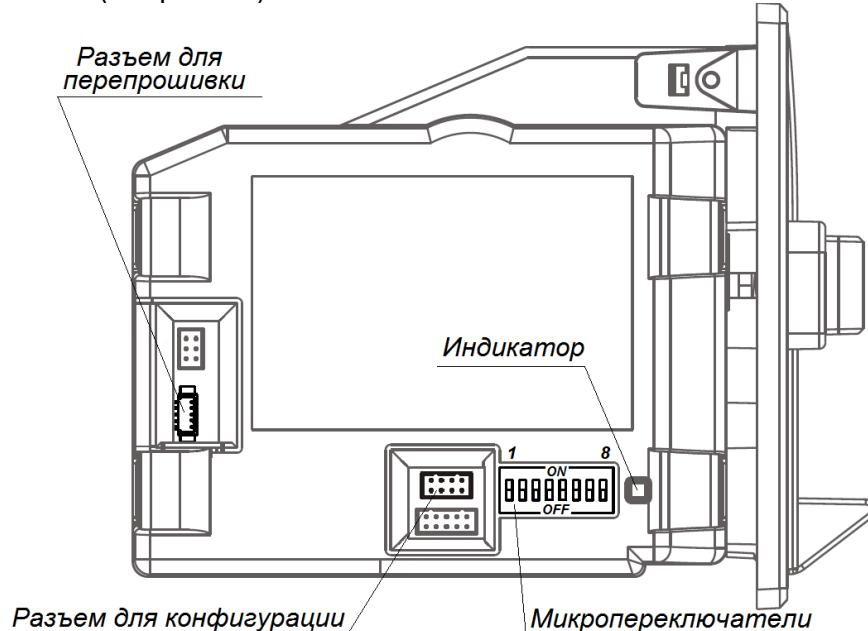

Рисунок 31. Расположение разъемов
- Подключите монетоприемник к СОМ-порту ПК при помощи кабеля **WEL-R7U06** (имеется в комплекте поставки), разъем для подключения расположен на боковой панели монетоприемника (см. рис. 31).
- Подайте питание на монетоприемник (контакты 1 и 2 клеммной колодки **XTU4**, см. рис. 23). Загорится индикатор (показан на рис. 31).
9. Проверьте положение микропереключателей на боковой крышке монетоприемника (см. рис. 31):